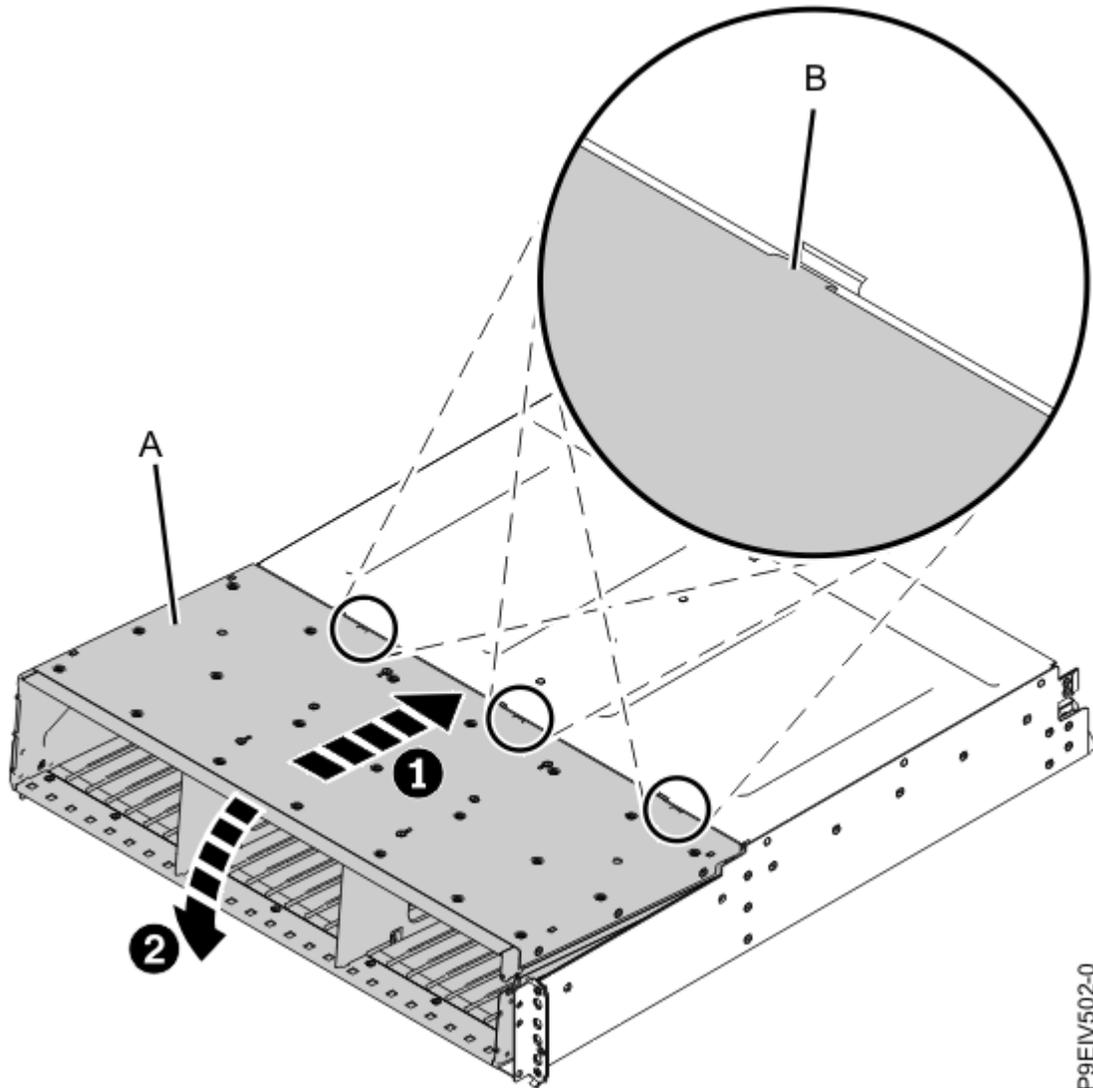

Figura 3. Colocación del conjunto de la placa media
- a) Sujete el conjunto de placa media **(A)** con las dos manos y manténgalo con un ángulo de 20 grados, tal como se muestra en la Figura 3 en la página 15.